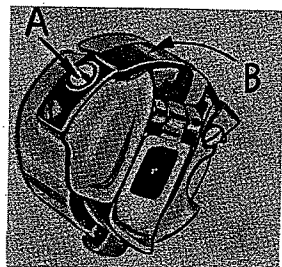

Fig. 9
La tensión en la caja de la bobina se obtiene mediante un tornillo de ajuste (A, Fig. 9) que regula el resorte tensor (B). La tensión en el resorte es correcta cuando es solo suficiente para sujetar la caja de la bobina y la bobina sus-